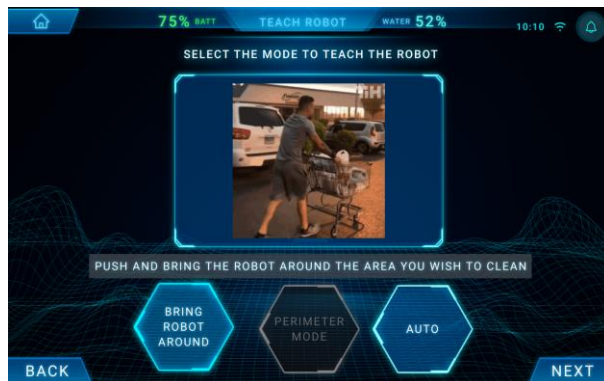

Fig 1
5. Si l'écran "ROBOT PAS PRÊT" (Fig 3) s'affiche, cliquez sur "Continue" et réessayez (Fig 1).